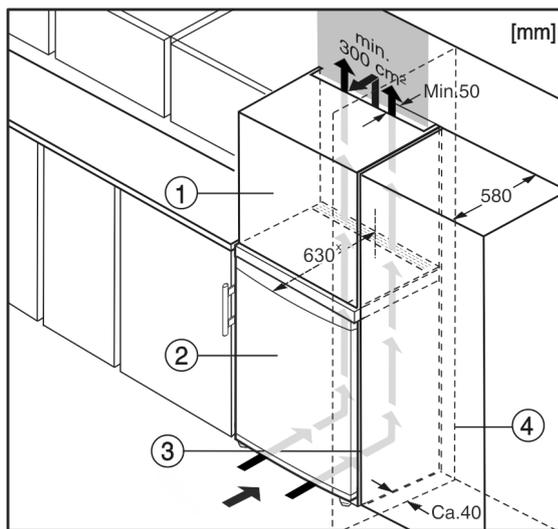

Fig. 5
Устройство может быть окружено кухонными шкафами. Чтобы уравнивать устройство Fig. 5 (2) по высоте с кухонной стенкой, можно установить над устройством дополнительный шкафчик Fig. 5 (1).
При комбинировании с кухонными шкафами (глубина макс. 580 мм) устройство можно установить непосредственно рядом с кухонным шкафом Fig. 5 (3). Устройство выступает сбоку на 34 мм * и по центру на 50 мм * относительно передней стенки кухонного шкафа.
Если устройство установлено на шарнирах у стены *Fig. 5 (4)*, то расстояние между устройством и стеной должно быть не менее 40 мм. Настолько выступает ручка при открытой двери.